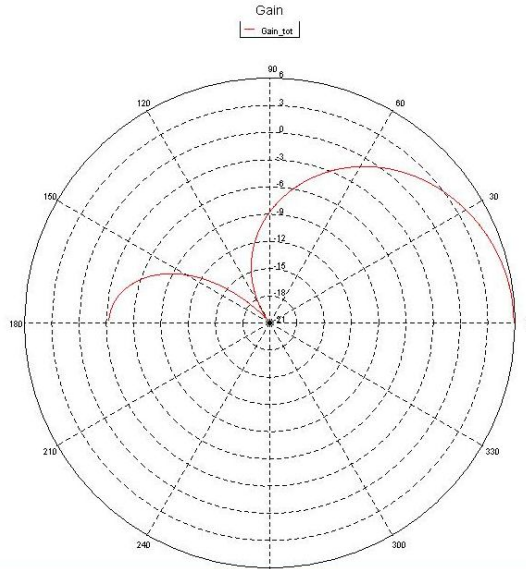

图 7-31 辐射方向图
(6) 观察计算结果。在 3.621GHz 时的辐射方向图 (XZ 平面, 用 dB 表示) 如图 7-31 所示。